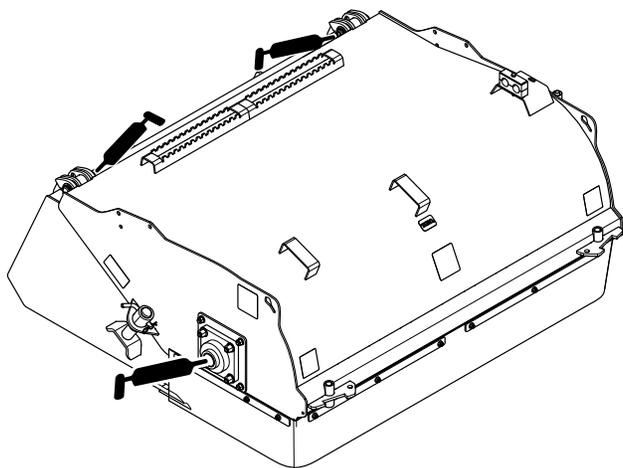

Рисунок 7
3. Заправьте консистентной смазкой масленки на 2 шарнирах и подшипнике (Рисунок 7).